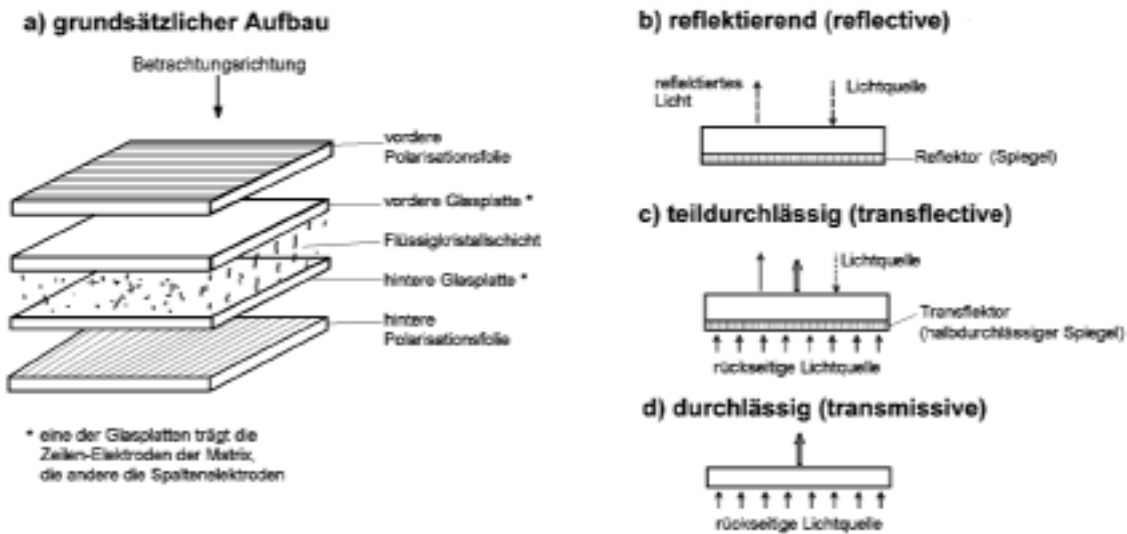
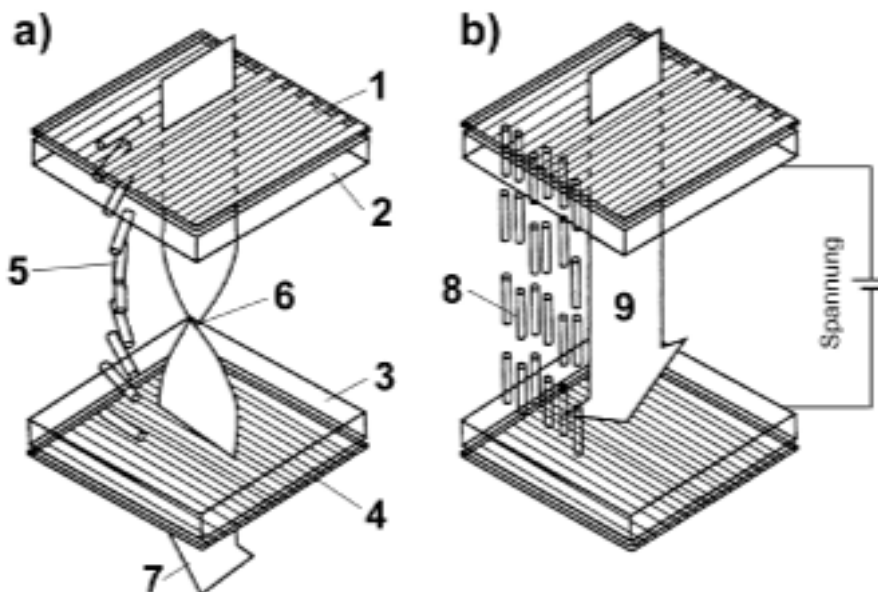

Abbildung 2.6 Bauformen von LCD-Anzeigen
Abbildung 2.7 Zur Wirkungsweise der LCD-Anzeige
Den Vorteilen (geringer Strombedarf und - infolge der Massenfertigung - vergleichsweise geringe Kosten) stehen drei grundsätzliche Nachteile gegenüber: (1) ist eine solche Anzeige recht träge (Schatten bzw. „Fahnen“ bei bewegten Darstellungen), (2) kann man sie praktisch nur direkt von vorn betrachten, nicht von der Seite (vergleichsweise kleiner Blickwinkel), (3) ist der Kontrast bei starker Lichteinstrahlung von außen (direktes Sonnenlicht) oft zu gering. Abbildung 2.6 zeigt verschiedene grundsätzliche Bauformen, die sich darin unterscheiden, ob sie Licht von hinten nach vorn durchlassen oder auftreffendes Licht reflektieren. Abbildung 2.7 veranschaulicht das Wirkprinzip.